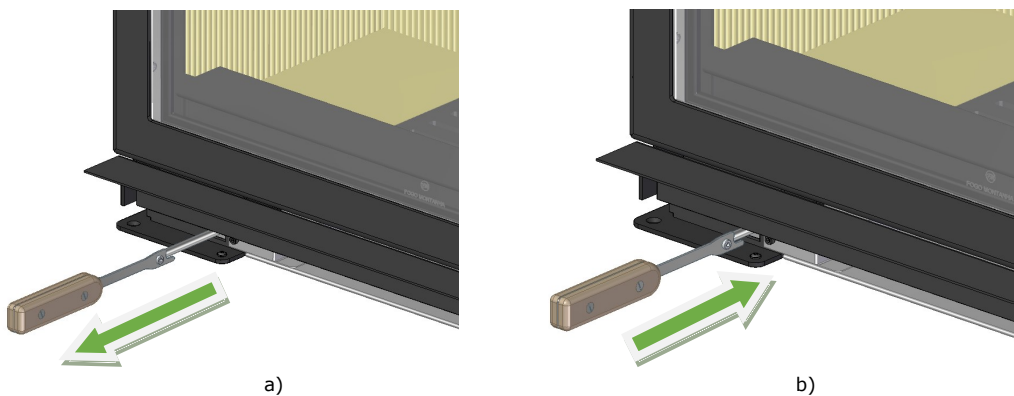

Figure 25 – a) Ouvrir air primaire, b) Fermer air primaire
- Pour ouvrir - Tirez sur le régulateur avec la clé qui accompagne l'équipement, pour un meilleur rendement et une plus grande consommation de bois de chauffage, Figure 25-a.
- Pour fermer - Poussez le régulateur pour une efficacité moindre et une faible consommation de bois. Cela crée également un effet de lavage à grande vitesse de l'air préchauffé sur toute la surface intérieure de la vitre, ce qui contribue à maintenir la vitre propre plus longtemps, Figure 25-b.
5. La période d'allumage se termine lorsque la structure de l'équipement a atteint une température stationnaire. Vous devez alors fermer la porte et régler l'entrée d'air de combustion de façon à ce que la combustion soit lente (pas d'air primaire), comme le montre la Figure 25 ;